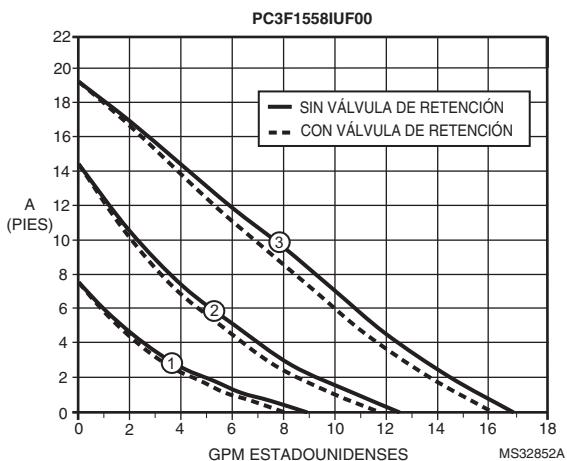

Fig. 2. Curva de flujo para PC3F1558IUF00.
**Curvas de flujo:** Consulte las Fig. 2, 3 y 4 en la page 2.